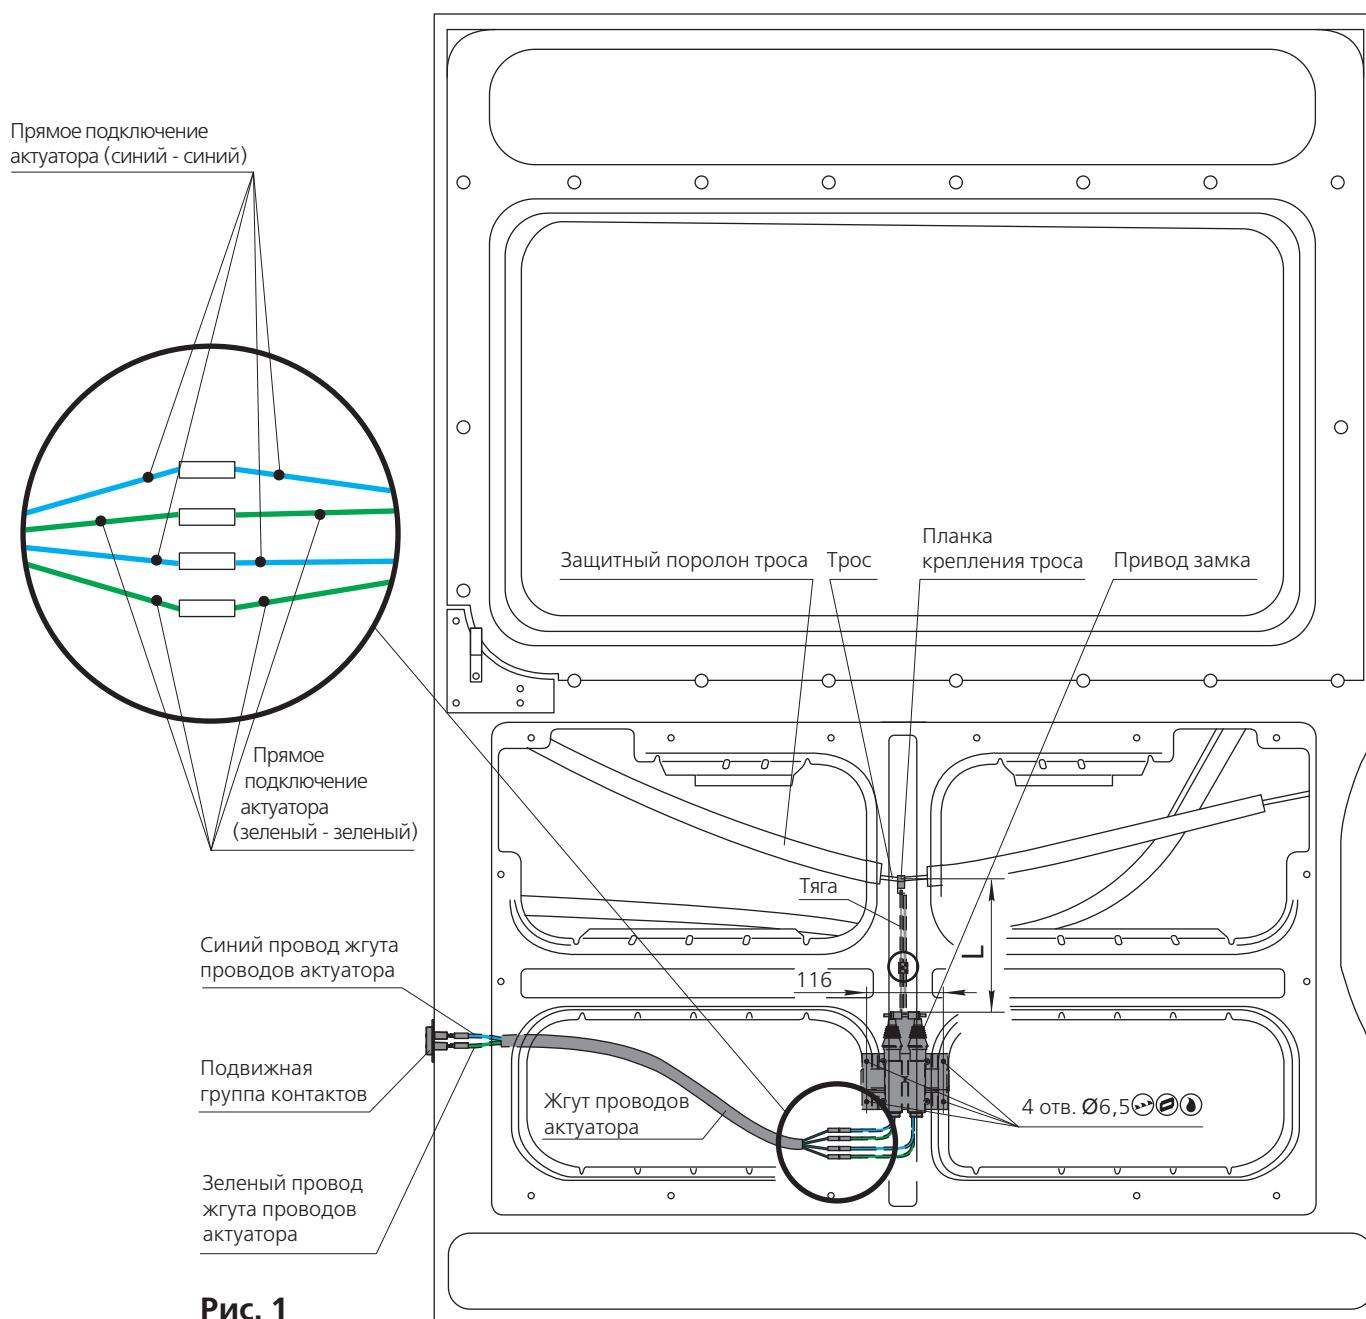

Рис. 1
2. Приложите кронштейн привода замка к месту, указанному на рис. 1. Разметьте 4 отверстия.